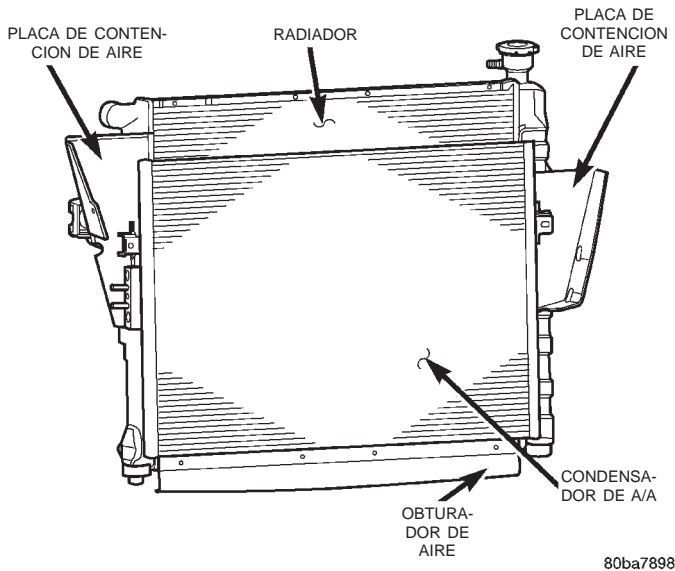

Fig. 32 Tuercas de la cubierta del ventilador
(4) Si se va a reemplazar la bomba de agua, no quite los pernos que fijan el conjunto de aletas del ventilador a la transmisión viscosa térmica.
(5) Retire las dos tuercas de fijación de la cubierta del ventilador al radiador (Fig. 32). No intente retirar la cubierta del ventilador en este momento.
(6) Emplace la cubierta del ventilador y el conjunto de aletas del ventilador y transmisión viscosa del ventilador en el vehículo como una unidad completa.
(7) Asegúrese de que las porciones superior e inferior de la cubierta del ventilador estén firmemente conectadas. Todo el aire debe circular a través del radiador.
(8) Instale las dos tuercas de fijación de la cubierta del ventilador al radiador (Fig. 32).
(9) Asegúrese de que quede un espacio de por lo menos 25 mm (1,0 pulg.) entre las puntas de las aletas del ventilador y la cubierta del ventilador.
(10) Instale el conjunto de aletas del ventilador y transmisión viscosa del ventilador en el eje de la bomba de agua.
(11) Llene el sistema de refrigeración. Consulte Rellenado del sistema de refrigeración en este grupo.
(12) Conecte el cable negativo de la batería.
(13) Ponga en marcha y caliente el motor. Verifique si existen fugas.